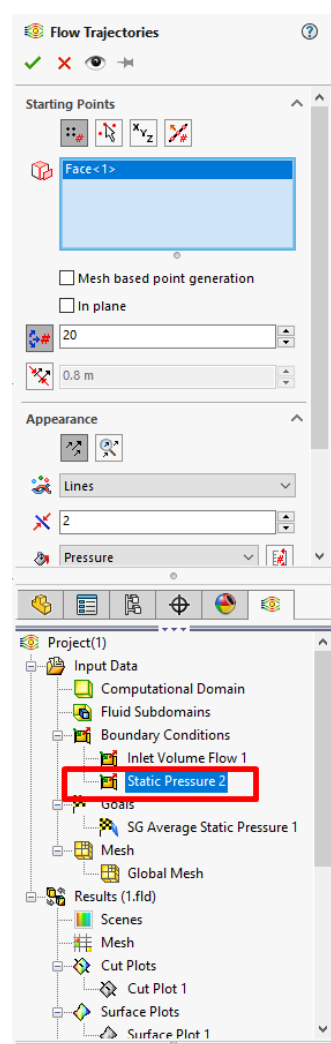

Рисунок 10.41 – Налаштування параметрів траекторій потоку
4. Установіть кількість траєкторій (**Number of Trajectories**) на 20 (рис. 10.41).